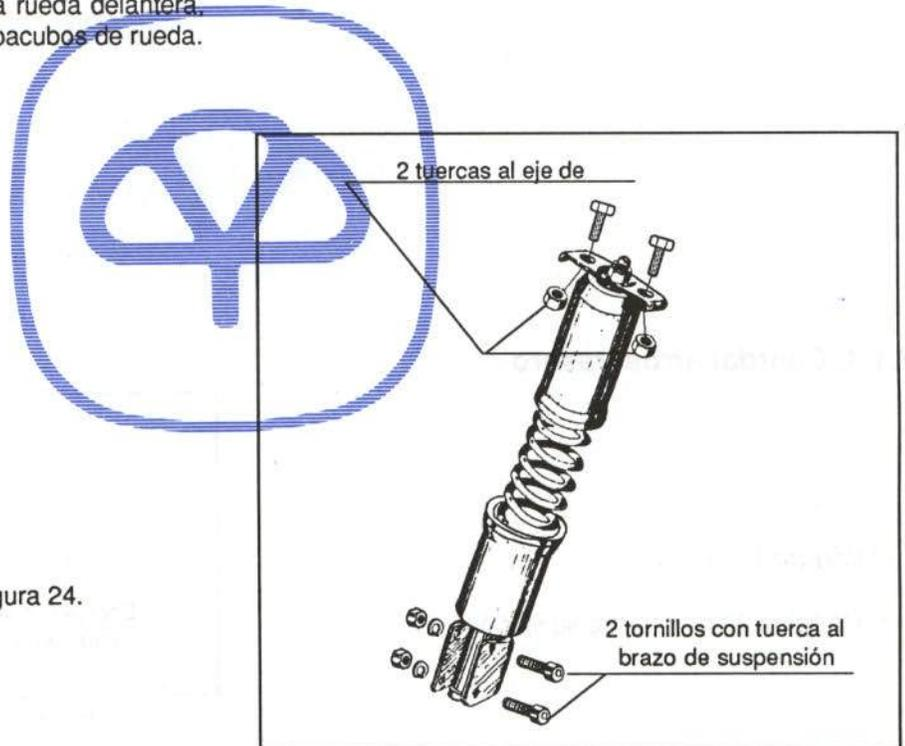

Figura 24.- Fijación del amortiguador
Atornillado, según se indica en la figura 24.
- Amortiguador (figura 24)